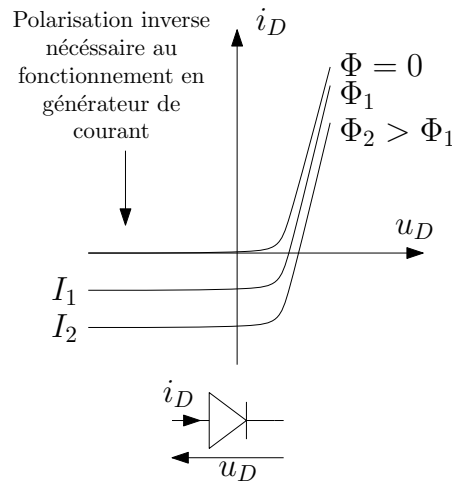
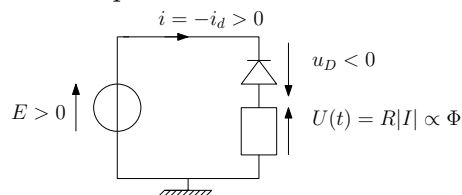

Figure 79
Figure 80
- ✗ La caractéristique de la photodiode est donnée figure 79
- ✗ Pour mesurer ϕ on effectue le montage figure 80 et on mesure la tension $U(t)$ aux bornes de la résistance. En effet, d'après la figure 79, on voit que la diode fonctionne en générateur de courant quand elle est éclairée et qu'elle est polarisée en inverse.